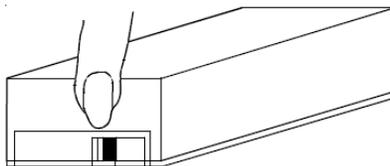

Figura 1: Remoção da tampa
- Remova a tampa do DS7461i. Pressione para dentro e para cima com o seu polegar e unha diretamente acima da borda do DS7461i (consulte a *Figura 1*).